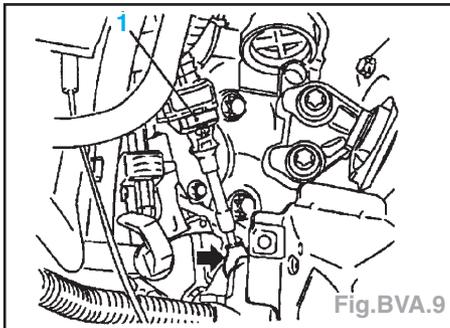

Fig.BVA.9
- Dégager le câble de levier de sélection (flèche) et soulever l'agrafe (1) pour dégager le câble (Fig.BVA.9).